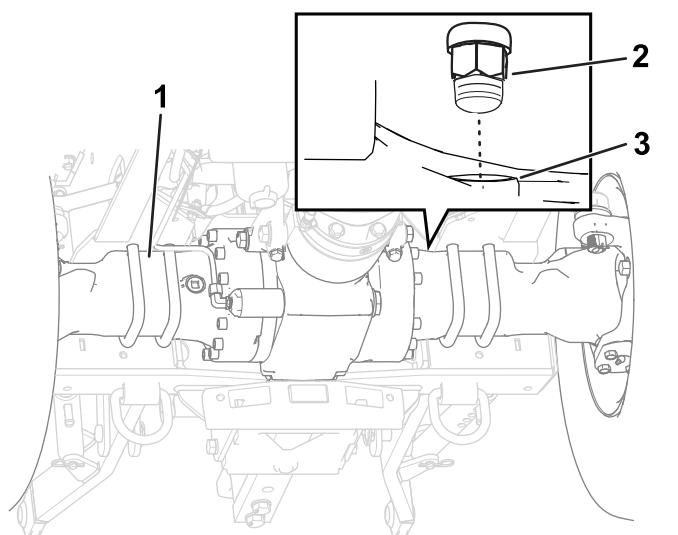

**Рисунок 103**
1. Очистите область вокруг сапунов чистящим растворителем (Рисунок 103 и Рисунок 104).
2. Снимите сапуны с переднего и заднего мостов (Рисунок 103 и Рисунок 104).
5. Установите сапуны на передний и задний мосты (Рисунок 103 и Рисунок 104).